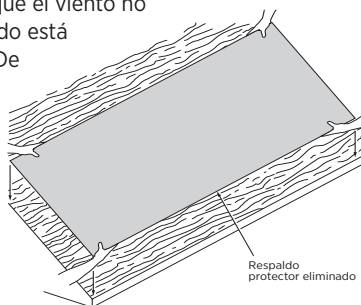

Figura 5-7: Colocación con el método "atterrizar".
4. Suelte o "atterrice" la hoja en su lugar, teniendo sumo cuidado para que quede colocada correctamente (Figura 5-7).